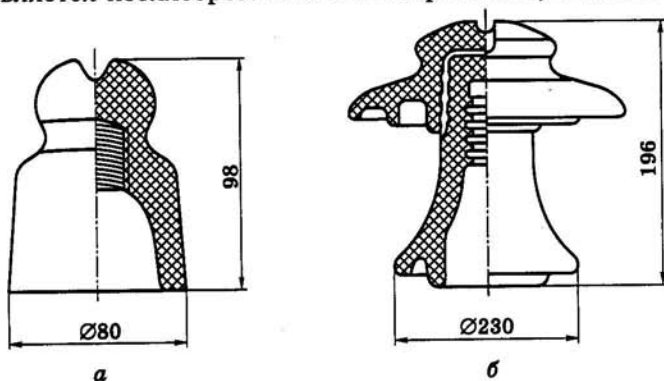

Рис. 2.6. Штыревые фарфоровые изоляторы
2.106. Определите, какой из приведенных на рис. 2.6 штыревых фарфоровых изоляторов является изолятором низкого напряжения, а какой — высокого?